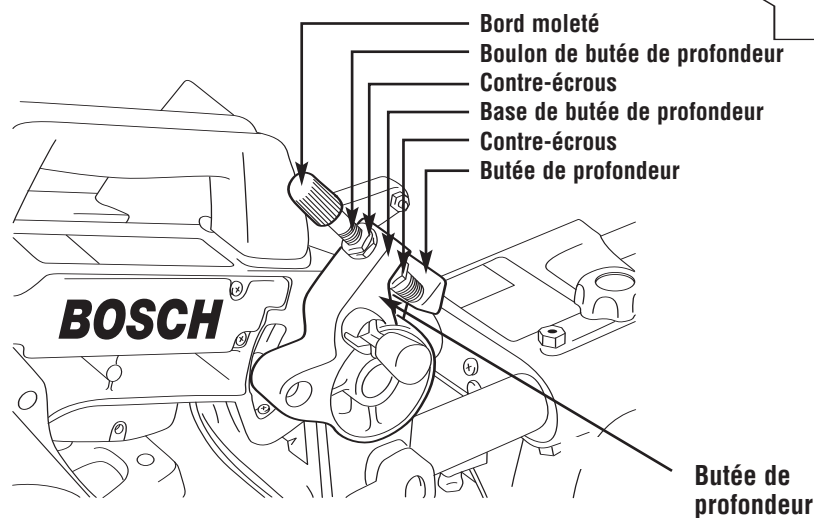

Figure 31. Coupe de rainures
1. Réglez la profondeur de coupe en desserrant les contre-écrous sur le boulon de réglage de la profondeur (Figure 31). Ne modifiez pas la position des deux (2) contre-écrous à l'extrémité du boulon.